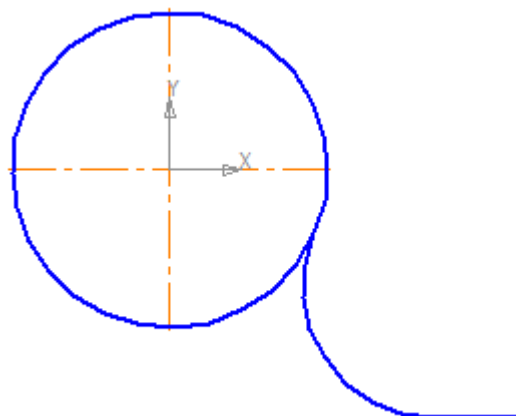

Рис.6
- укажите два объекта, между которыми нужно построить скругление (отрезок и часть окружности с правой стороны от вертикальной оси симметрии) – рис. 6.